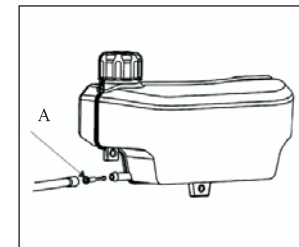

Abb. 14
3. Installieren Sie das Kraftstoffsieb (A) und die Benzinleitung. (Abb. 14)